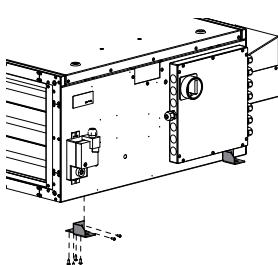

Рис. 5b:
- Не продевывайте в корпусе никаких отверстий и не ввинчивайте в него винты. Это не относится к винтам крепежных уголков (рис. 5b).